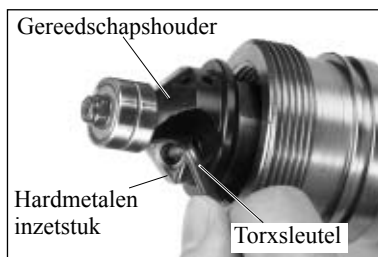

Fig.4
3. Zet het hardmetalen inzetstuk weer vast met de koppelbevestigingsschroef. Zie fig.4